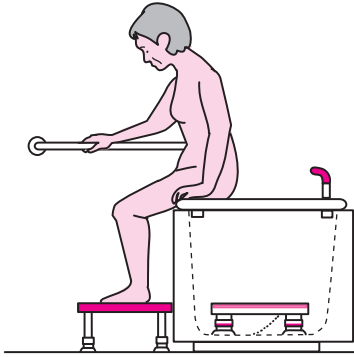

図 7-22 浴槽内いすを併用し、座位入浴ができる高さ関係を作った据え置き浴槽
① 環境の条件
- 浴槽の深さや埋め込みによって、着座や立ち上がりの際のいす高さが決まります。浴槽内いすなどの併用も含め、本人の立ち座り能力にあった高さ設定ができることが必要です。(図 7-22) 浴槽内いすについては 239 ページ「浴槽内いすの検討」の項を参照して下さい。